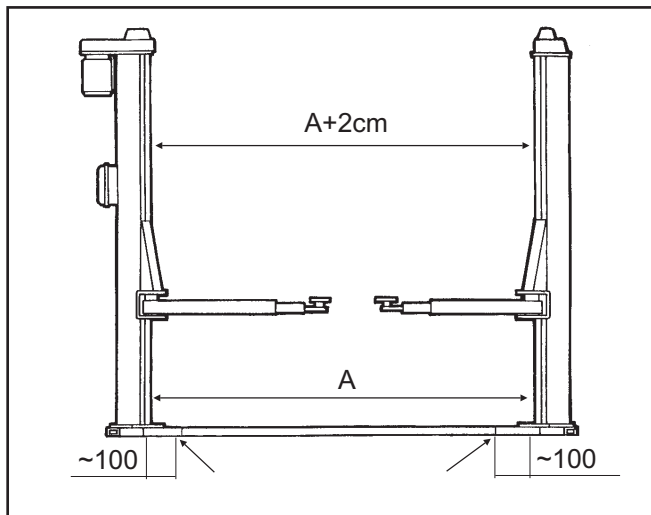

Fig.50 - Abb.50
La distanza tra le colonne nell'estremità superiore delle stesse deve quindi essere maggiore di 2 cm rispetto alla stessa distanza misurata alla base (Fig.50).
The distance between the posts at the top must be approx. 2 cm. greater than at the base (Fig.50).
- spessorare il basamento come in fig.50 utilizzando lamierini di circa 350x60mm dello spessore necessario per ottenere l'apertura richiesta delle colonne.
- please shim the baseframe as shown in fig. 50 by means of metal plates measuring 350 x 60 mm adding as much of these plates as is necessary to obtain the necessary slant of the posts.
La distance entre les colonnes à la partie supérieure doit être supérieure de 2 cm par rapport à la distance mesurée à la partie basse (fig. 50).
Last, ein bißchen nach oben divergieren. Der Abstand zwischen den oben teilen der Säulen muß 2 cm. länger als das untere Teil sein (Abb. 50).
La distancia entre columnas en el extremo superior de las mismas debe por lo tanto ser mayor de 2 cm. respecto a la misma distancia medida en la base (Fig. 50).
- placer des épaisseurs sous la base comme illustré en fig. 50 utilisant des tôles de environ 350 x 60 mm en utilisant la quantité nécessaire pour obtenir l'inclinaison préconisée des colonnes.
- den Grundrahmen wie in Abb.50 gezeigt mit Blechplatten (Abmessungen ca. 350 x 60 mm) unterlegen, um den Säulen die richtige Neigung zu verleihen.
- Calzar la base como en la fig.50 utilizando chapas de aprox. 350x60mm espesor necesario para conseguir la apertura necesaria